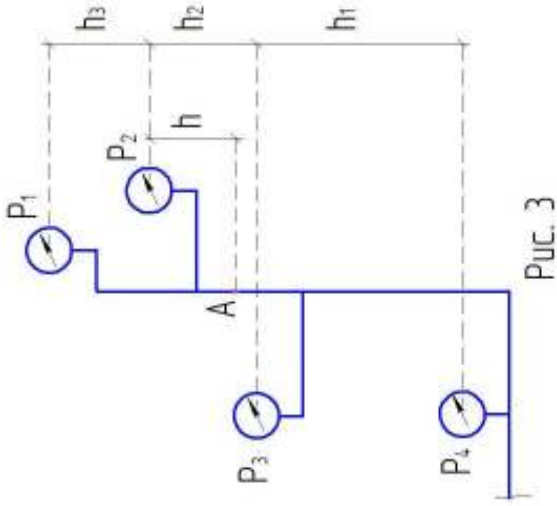

Рис. 3
9. Определить показания манометров p_1, p_2, p_4 (рис.3), если давление $p_3 = 1,3 \cdot 10^5$ Па. Чему равно абсолютное давление в точке А?